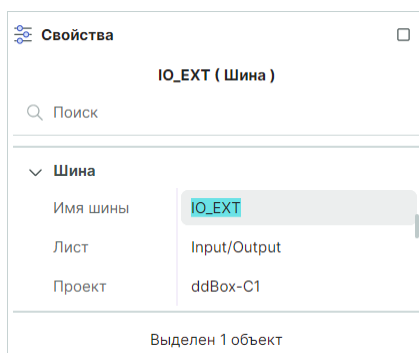

Рис. 123 Переименование шины из панели «Свойства»
- В пункте «Имя шины» на панели «Свойства», см. Рис. 123.